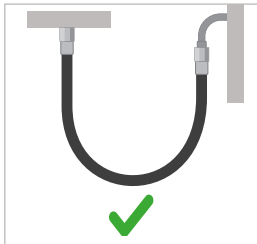
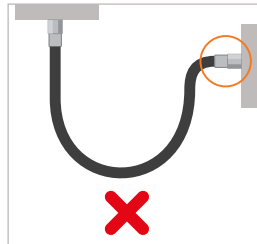

Figure 3
Figure 4
- ▶ N'orientez pas ou ne pliez pas le flexible au-delà du rayon de courbure admissible (voir Chapitre 4. Caractéristiques techniques page 13) (Figure 3 et Figure 4).